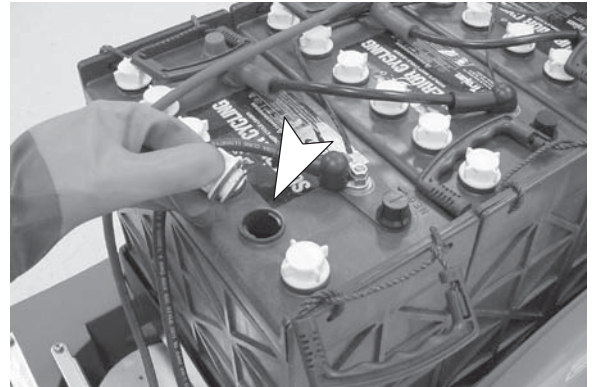

FIG. 21
4. Avant de charger les batteries, vérifiez le niveau d'électrolyte dans chaque élément de batterie (Figure 21).